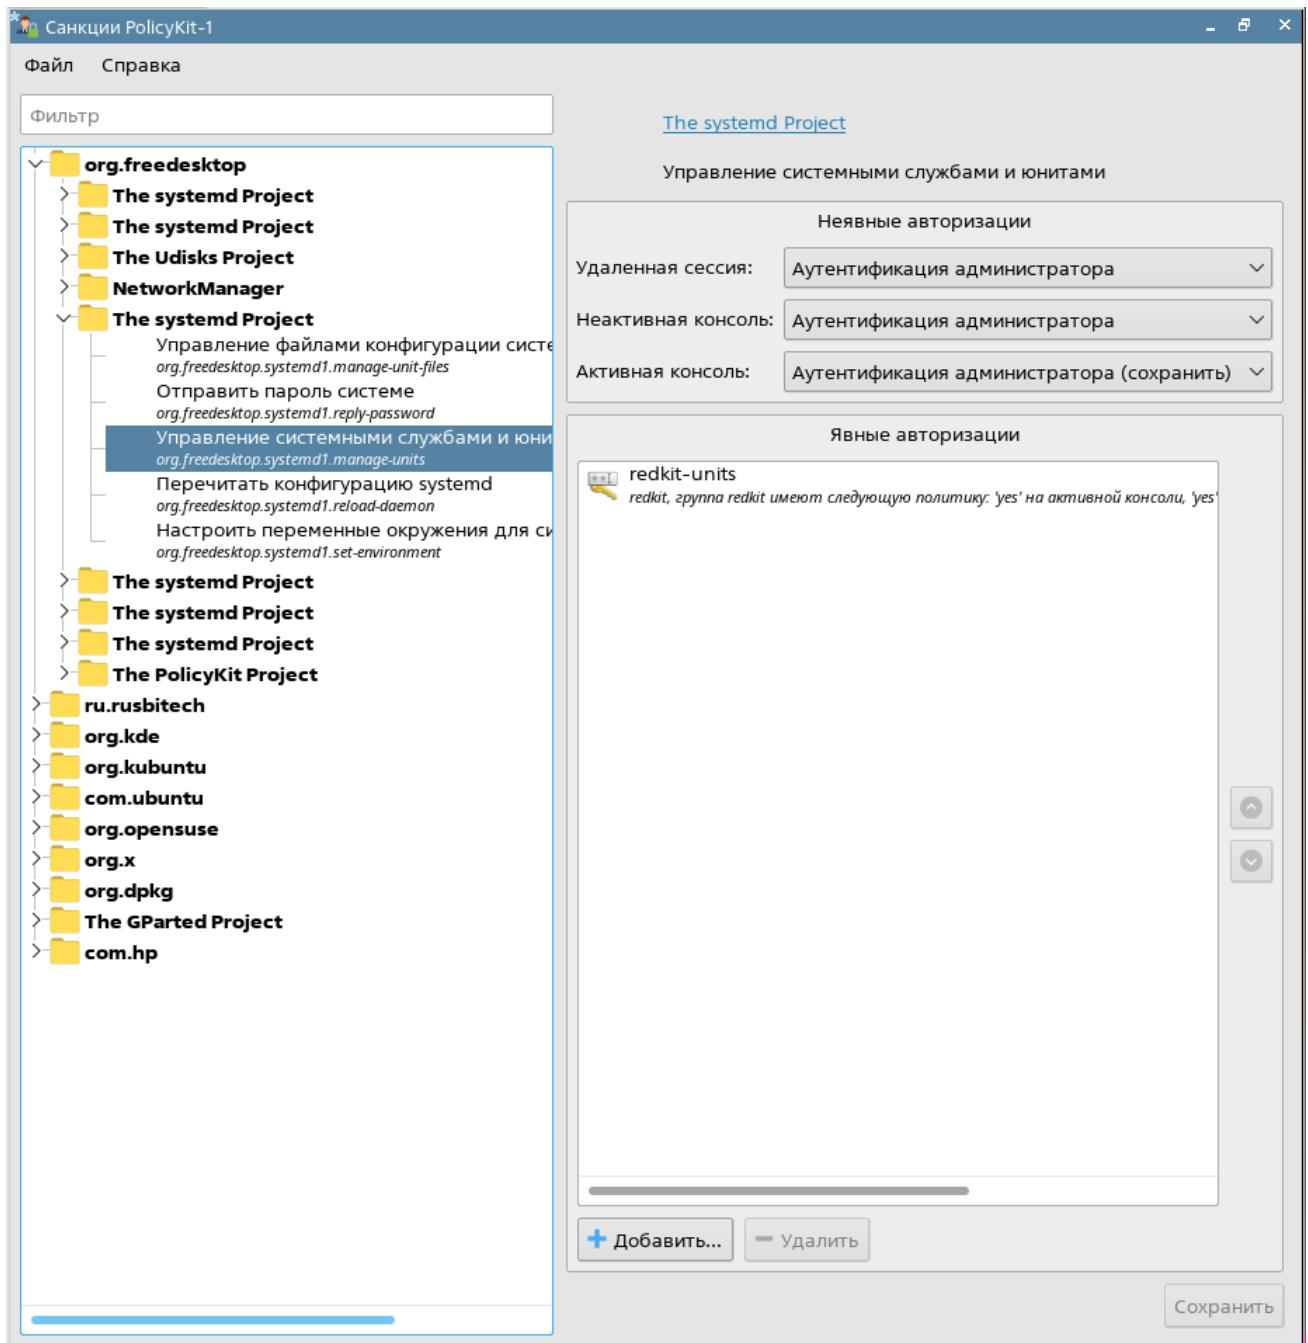

Рисунок 29 - Санкции PolicyKit-1
2. Откройте: org.freedesktop → The systemd Project → Manage system services or other units (Управление системными службами и юнитами) (Рисунок 29).